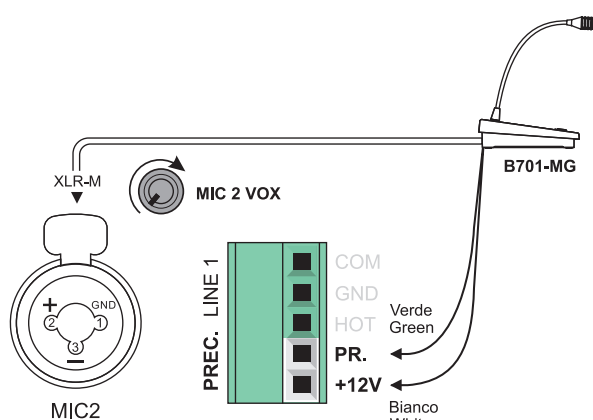

Fig. 4.5.5
Gli ingressi **MIC2, MIC3, MIC4, MIC5** possono essere utilizzati anche con postazioni **B701-MG**, collegando i cavi della precedenza ai terminali **+12V / PR** della morsettiere **PREC. (26)** - vedi Fig. 4.5.5.
The **MIC2, MIC3, MIC4, MIC5** inputs can also be used with **B701-MG** call stations by connecting the priority cables to the **+12V / PR** terminals of the **PREC.** terminal block **(26)** - see Fig 4.5.5.